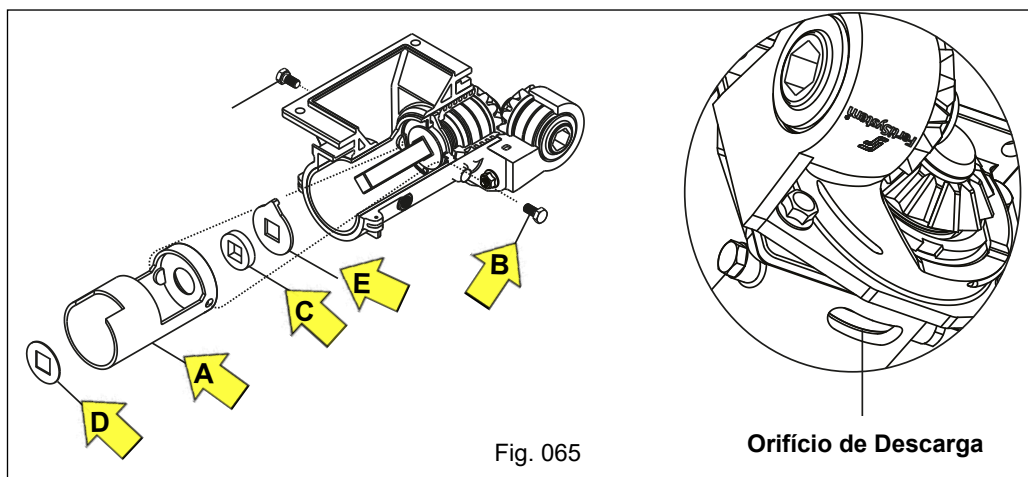

Fig. 065
d) Efetue a análise de desgaste no revestimento "A", substitua-o se apresentar desgaste excessivo, afrouxando e retirando o parafuso "B". Verifique se há desgaste no feltro "C", arruelas "D" e arruela de limpeza "E". O desgaste excessivo é verificado quando ocorrer a saída do adubo em grande quantidade pelo orifício de descarga autolimpante, localizado na face inferior do corpo do distribuidor (Fig. 065).